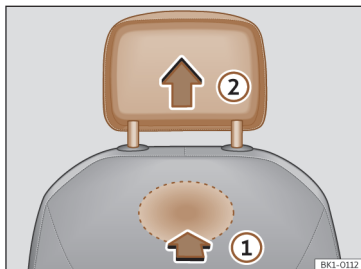

**Fig. 100** Encosto de cabeça dianteiro: desmontagem.
- Para desbloqueá-lo, procure o entalhe situado na parte traseira do encosto na zona marcada e pressione no sentido da seta >>> Fig. 100 ①.
- Retire o encosto de cabeça no sentido da seta ②.